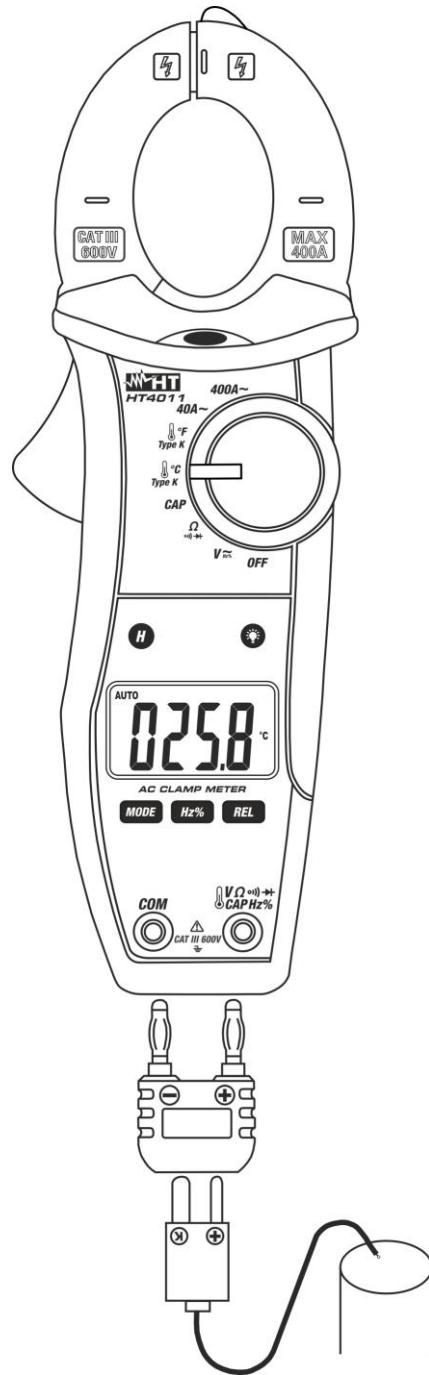

Fig. 9: Uso de la pinza para medida de Temperatura con sonda tipo K
2. Inserte la sonda tipo K en dotación en los terminales de entrada $\text{V}\Omega\text{Hz}\%$ y **COM** mediante el adaptador, respetando la polaridad mostrada en Fig. 9. El valor de la temperatura se muestra en pantalla